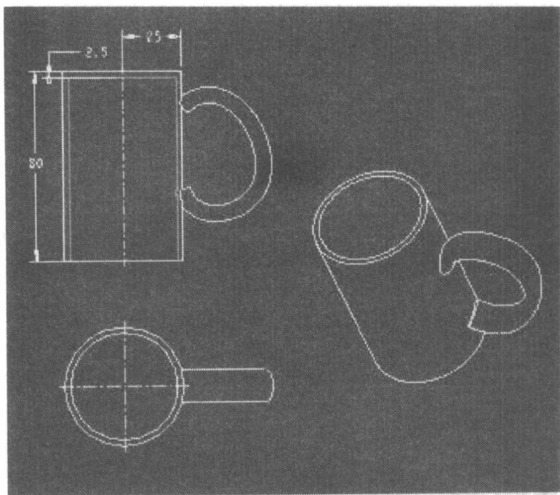

图 1-4
4. 用同样方法打开 L1 文件夹中的“cup.drw”文件,如图 1-4 所示。请记住它们的样子。